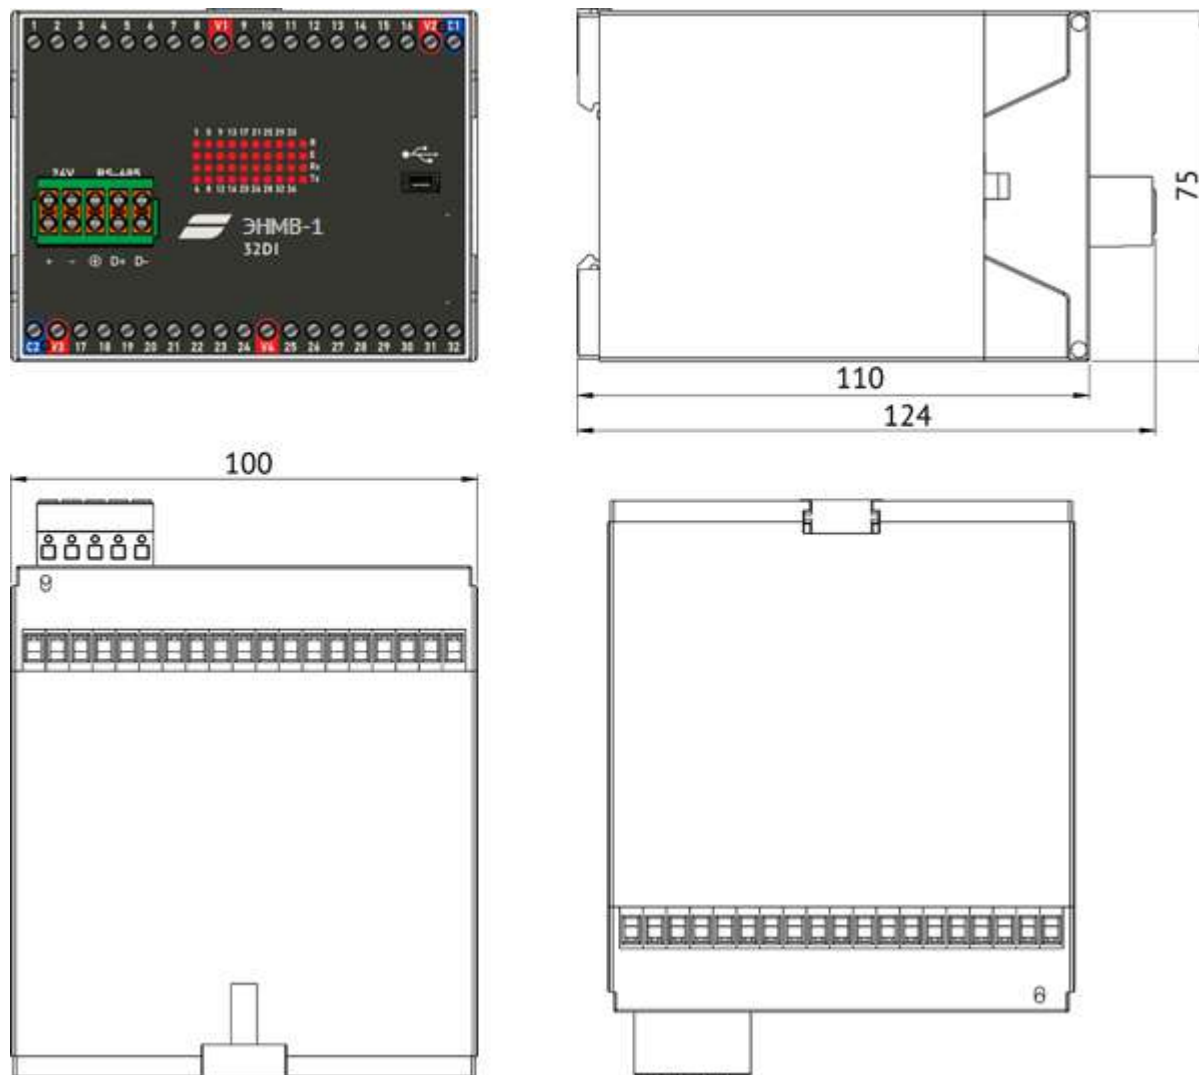

Рисунок 1.4. Габаритные размеры ЭНМВ-1-32/0, ЭНМВ-1-24/6, ЭНМВ-1-16/12, ЭНМВ-1-16/18, ЭНМВ-1-8/24, ЭНМВ-1-0/36, ЭНМВ-1-16P/0
1.3.7 Габаритные размеры ЭНМВ-1-32/0, ЭНМВ-1-24/6, ЭНМВ-1-16/12, ЭНМВ-1-16/18, ЭНМВ-1-8/24, ЭНМВ-1-0/36, ЭНМВ-1-16P/0 приведены на рис. 1.4.